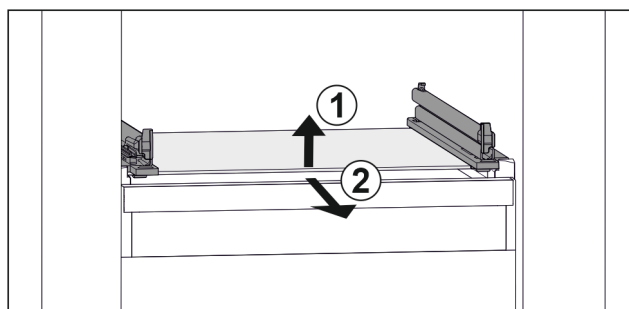

Fig. 23 Příklad znázornění skleněné desky
- ▶ Nadzvedněte skleněnou desku vpředu. Fig. 23 (1)
- ▶ Vyjměte skleněnou desku dopředu. Fig. 23 (2)